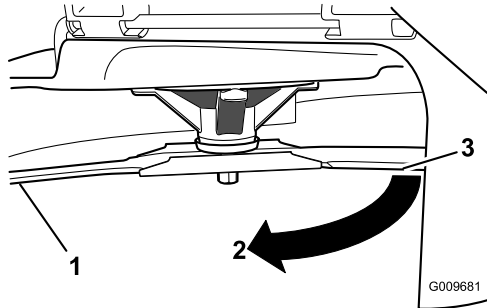

Bild 54
3. Zweiter zwischen Messer und Oberfläche (B) gemessener Abstand
4. Drehen Sie dasselbe Messer um 180 Grad, sodass die andere Schnittkante jetzt in derselben Stellung ist (Bild 54).